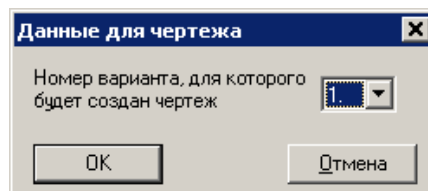

Рис. 4.10 Окно выбора варианта для черчения.
1. Нажмите кнопку *Чертеж* окна просмотра результатов (рис. 4.9). Если в результатах рассчитано более одной пружины, то при нажатии кнопки появляется окно выбора варианта для черчения (рис. 4.10).